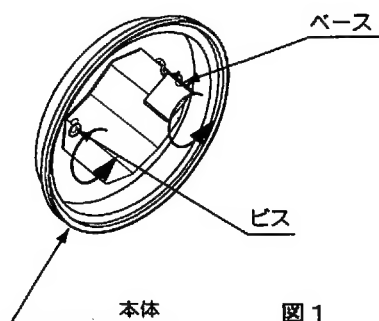

図1
1. 本体にセットされているベースを2ヶ所のビスをゆるめてはずしてください。(図1)